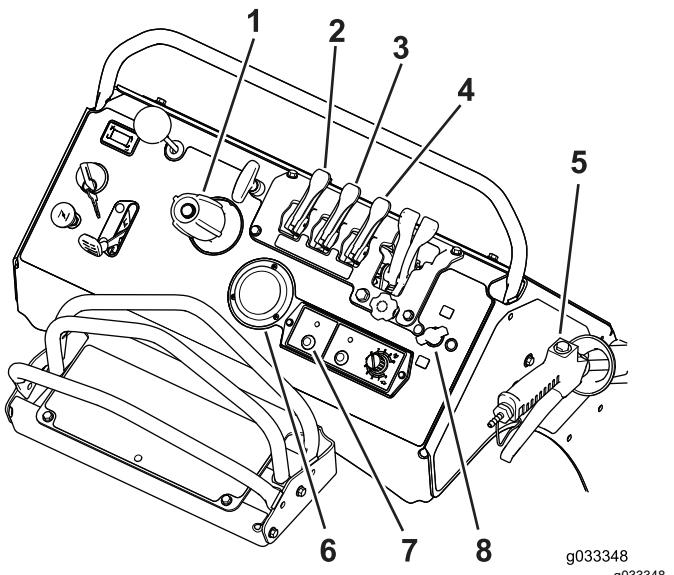

Figura 43
8. Ponga el interruptor de la bomba de fumigación en la posición de ENCENDIDO (Figura 43).